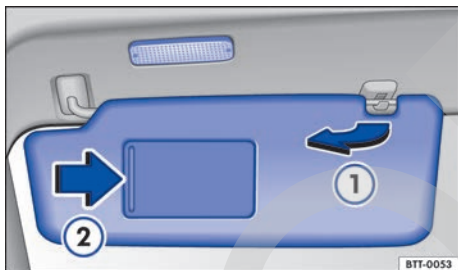

Fig. 61 Parasol.
- Extraer del soporte y girar en dirección a las puertas → fig. 61 ①.
En la parte posterior del parasol se encuentra un espejo de cortesía provisto de una tapa. Al abrir la cubierta → fig. 61 ② se enciende una luz.